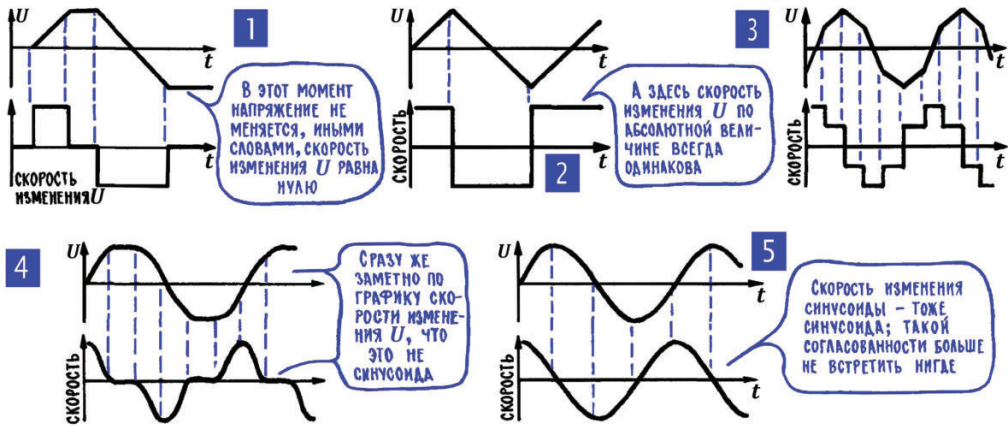

Рис. 6.11. Скорость изменения напряжения разной формы
12. Скорость изменения синусоидальной ЭДС (напряжения, тока) также изменяется по синусоидальному закону. В свое время мы обратили особое внимание на то, что в ряде случаев важна не абсолютная величина чего-либо (объема воды, пройденного пути, тока), а скорость ее изменения (гл. 5; 13). Подтверждение этой истины в цепях переменного тока можно встретить на каждом шагу, и поэтому посмотрим, чему, например, равна скорость изменения переменного синусоидального напряжения (рис. 6.11).
меняется вяло, сравнительно медленно), иногда идет вверх (напряжение нарастает), иногда вниз (напряжение уменьшается). Это бывает не только у синусоидальных напряжений (рис. 6.11; 1, 2, 3, 4), но важно еще, как именно меняется скорость изменения напряжения.
Начнем с начала периода, когда синусоидальное напряжение (рис. 6.11;5) только что прошло через ноль и очень быстро нарастает. В этот момент скорость его изменения самая большая; дальше кривая идет все более полого, то есть скорость нарастания напряжения постепенно уменьшается. Наконец, в момент, когда оно достигло амплитуды, скорость его изменения равна нулю – изменение напряжения как бы на мгновение прекратилось, и вслед за этим оно начнет уменьшаться. Отметим этот факт так – будем считать, что скорость нарастания напряжения стала отрицательной. Постепенно напряжение уменьшается все быстрее и быстрее, а значит, скорость его уменьшения (отрицательная скорость) все нарастает. Наконец, скорость достигает максимума (это отрицательная амплитуда скорости) в момент, когда напряжение проходит через ноль и когда меняется его полярность. Перевалив через ноль, напряжение сначала меняется очень резко, но затем, как это уже было в самом начале, скорость его изменения постепенно уменьшается, приближается к нулю. Ноль скорости соответствует отрицательной амплитуде напряжения, а после этого скорость вновь становится положительной – раз отрицательное напряжение уменьшается, то нужно считать, что напряжение нарастет (если на дворе было минус 10 градусов, а стало минус 5, то мы говорим, что потеплело, температура поднялась). Если тщательно проследить за тем, как меняется синусоидальное напряжение, то окажется, что скорость его изменения – это тоже синусоида, но только сдвинутая по отношению к синусоиде само-
го напряжения ровно на 90° (рис. 6.11; 5). Подобное совпадение (скорость изменения синусоиды – тоже синусоида) ни в каких других зависимостях не встретишь. На рис. 6.11 несколько примеров того, как меняется скорость изменения самых разных переменных напряжений, и везде, кроме рис. 6.11; 5, напряжение и скорость его изменения – совершенно разные графики.